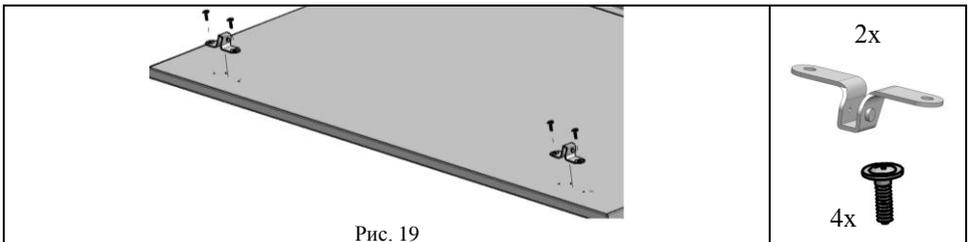

Рис. 19
5.5.2. К сборке по п. 5.5.1 прикрутить с помощью саморезов с прессшайбой (поз. 2, пакет № 162) кронштейн верхний (поз. 3, пакет №9а). См. рис. 19, 19а.
Рис. 19а